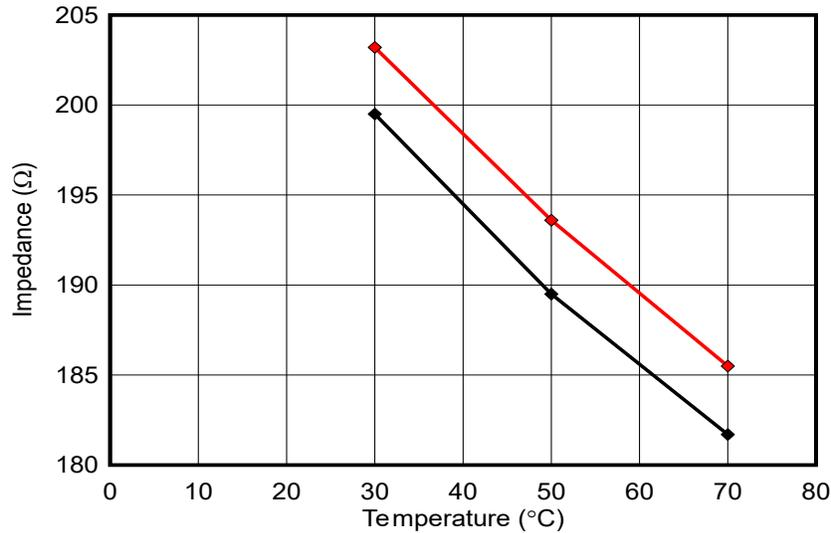

图 4-2. 输出阻抗与温度间的关系
典型校准序列中的第二个突发用于温度校准，CONTROL\_Burst\_Cal\_Region\_Temp (5)。温度以远离 LCS 阻抗响应中任何谐振频率的单个频率进行校准。图 4-2 展示了一个示例。必须设置温度斜率常数 USER\_Params\_tempParams\_slope\_CperOhm\_Q27 和校准温度 USER\_Params\_tempParams\_calTemp\_C\_Q21 以正确校准 LCS 温度。温度斜率通过测量整个温度范围内的 LCS 阻抗并找到最佳拟合线的斜率来确定，其中 x 轴为阻抗，y 轴为温度，与示例图相反。校准温度 calTemp 是运行校准时 LCS 的环境温度（以摄氏度为单位）。阻抗随着温度的升高而降低，从而使温度斜率始终为负值。当校准序列运行时，温度斜率常数 USER\_Params\_tempParams\_constant\_C\_Q21 被设置为一个合适的值。